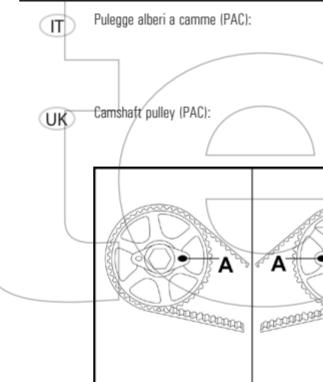

Fig. 2 Figura 2: Svincolare le puleggi degli alberi a camme con l'apposito attrezzo D.
- Camshaft locking tool - Figure 2: No. 3036.